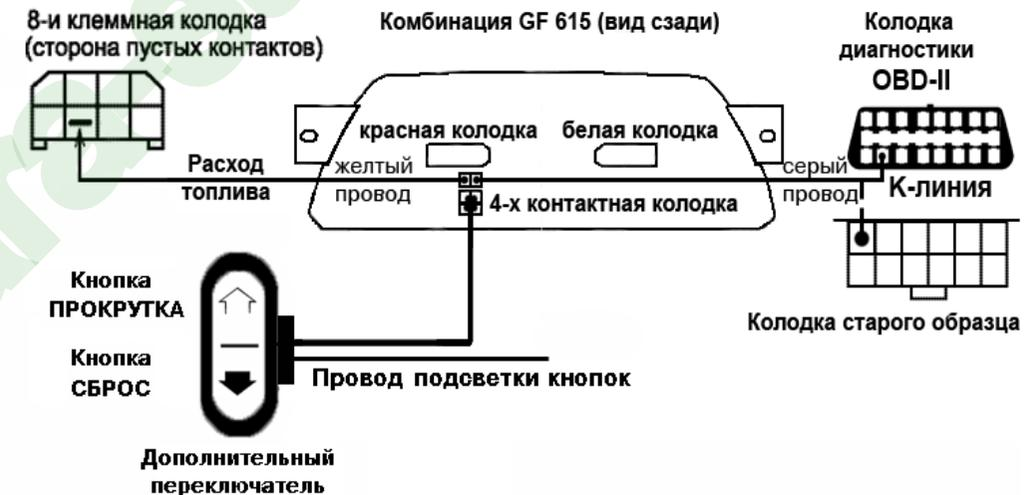

Рис. 2. Схема подключения БК комбинации GF615 на автомобиле.
- 6.4. Пропустить провод диагностической "К - линии" БК ЭКП к диагностической колодке слева от рулевой колонки и подсоединить его согласно рис. 2 (см. стр. 3).
- 6.5. Пропустить желтый провод СРТ расхода топлива к 8-ми клеммной колодке, расположенной за кожухом под рулем слева, и вставить контакт желтого провода в свободную камеру 8-ми клеммной колодки согласно рис.2, 3 (см. стр.3).